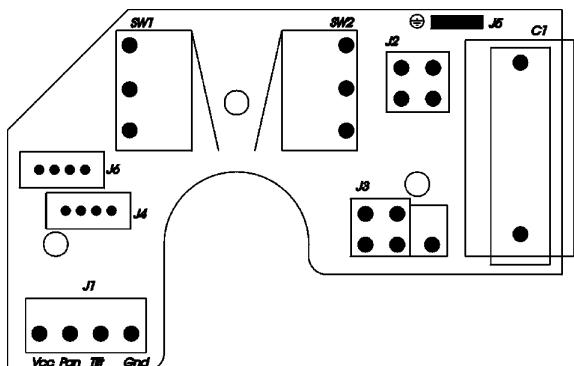
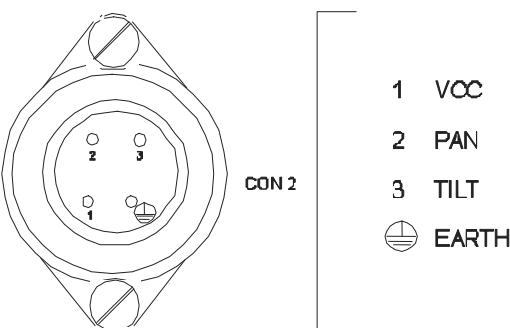

Abb. 2A
Abb. 2B
**Wirken Sie hier:** Klemmbrett J1 auf der Karte der horizontalen Bewegung der Schwenkvorrichtung (siehe Bild 2A) oder 3+1 Pole Verbinder (siehe Bild 2B), Klemmbrett des Preset (siehe DTRX3-Handbuch)